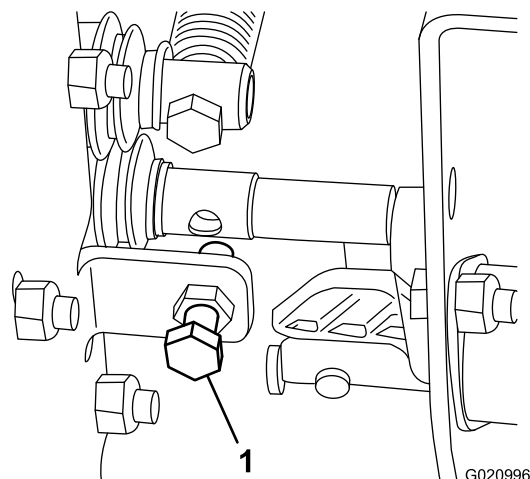

Figure 24
- Si la vitesse de levage de la machine est insuffisante ou excessive, ajustez le boulon indiqué à la Figure 24.